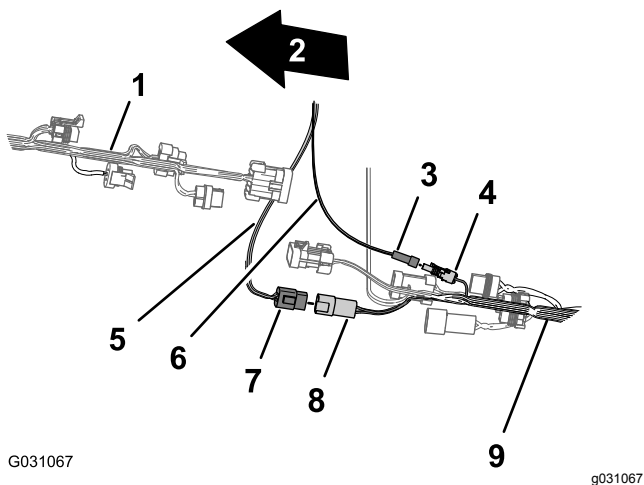

図 169
- 4 ピンコネクター CAN 2 / スプレーヤコントローラ用を、後方ハーネスの 4 ピンコネクター CAN 2 / スプレーヤコントローラ回路用 4 ソケットコネクターに接続する 図 169。
4. 電装用ハーネスの1ピンコネクタを、後方ハーネスの1ソケットコネクタに接続する図 169。